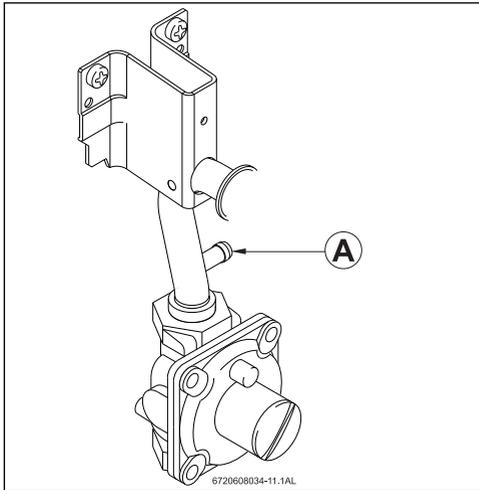

Fig. 14 Punto de medición de la presión de gas
- ▶ Retire la cubierta frontal y localice el punto de medición de la presión de gas en la entrada, en el lado derecho (Fig. 14, [1]).